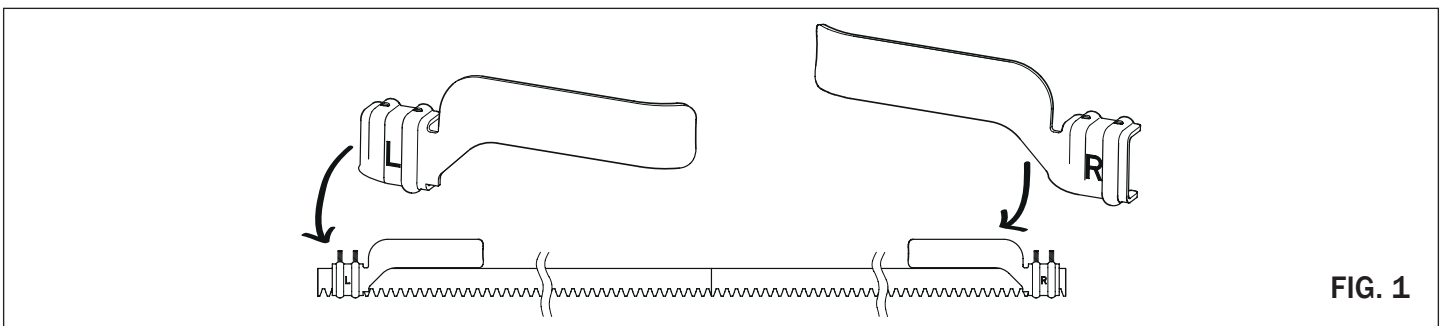

FIG. 1
- Se os fins de curso forem de tipo mecânico: R = DIREITO; L = ESQUERDO (fig. 1).